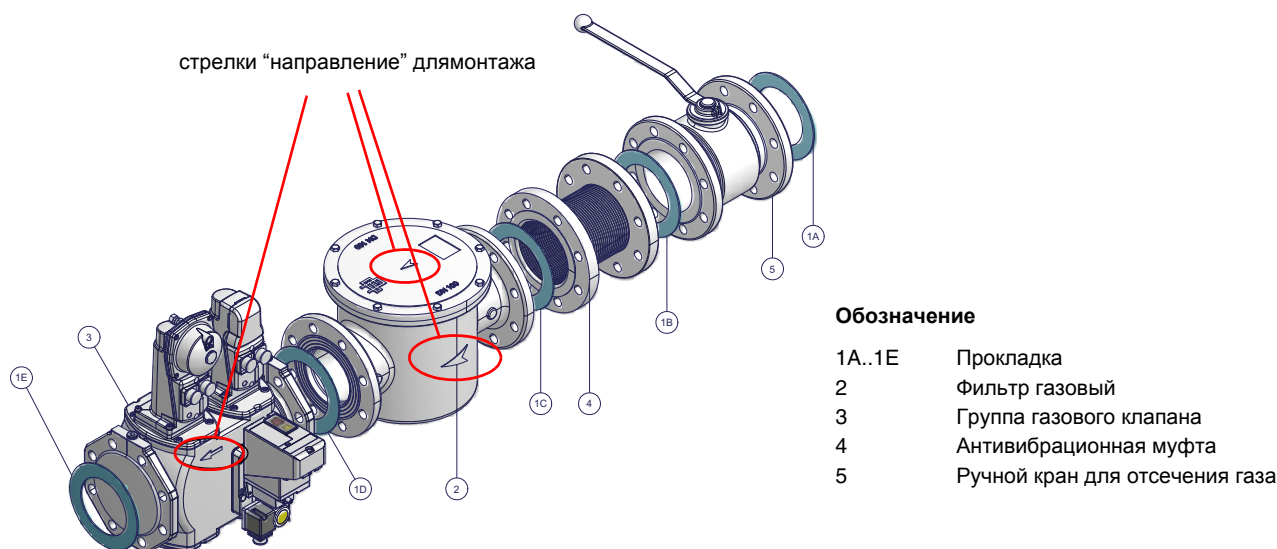

Рис. 2 - Пример газовой раампы
- 1- б) при фланцевых соединениях: между соседними компонентами устанавливать прокладку (1A..1E - Рис. 2), совместимую с используемым газом,
ВНИМАНИЕ: после монтажа газовой рампы согласно схеме на Рис. 2, необходимо провести тестирование на герметичность газового контура, согласно требований действующих нормативов.
ВНИМАНИЕ: после монтажа газовой ramпы согласно схеме на Рис. 2, необходимо провести тестирование на герметичность газового контура, согласно требований действующих нормативов.